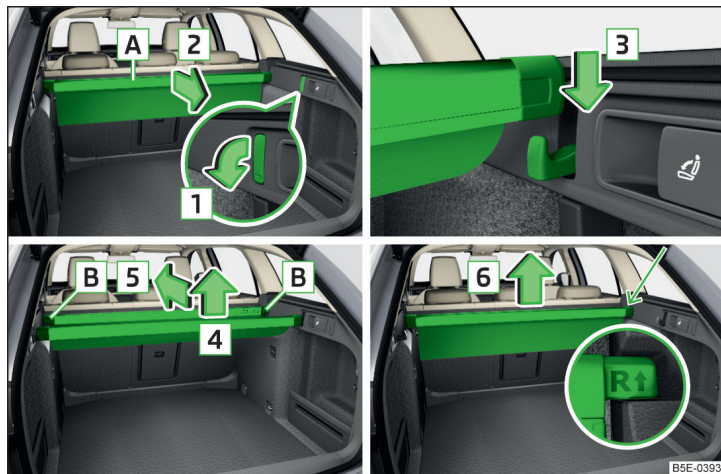

Fig. 137 Poche multifonctionnelle : Retirer/monter/insérer/enlever
- Rabattez vers le bas les crochets avant sur les deux côtés du coffre à bagages dans le sens de la flèche **1** » fig. 137.
- Retirez la barre arrière des crochets dans le sens de la flèche **4** et insérez le sac dans le sens de la flèche **5** » fig. 137.
- Retirer la poche multifonctionnelle des logements en procédant dans le sens de la flèche **6** » fig. 137.